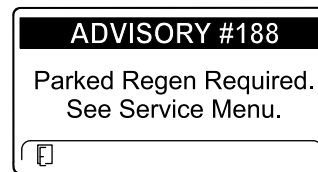

Bild 56
- Eine geparkte Regenerierung ist erforderlich, ADVISORY #188 (Bild 56)